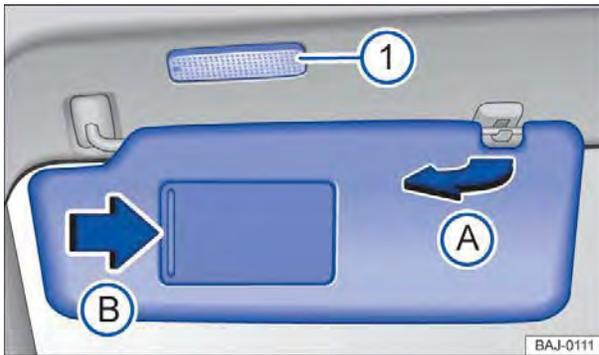

Fig. 86 No revestimento do teto dianteiro: para-sol.
- Retirar do suporte e virar na direção das portas ⇒ Fig. 86 (A).